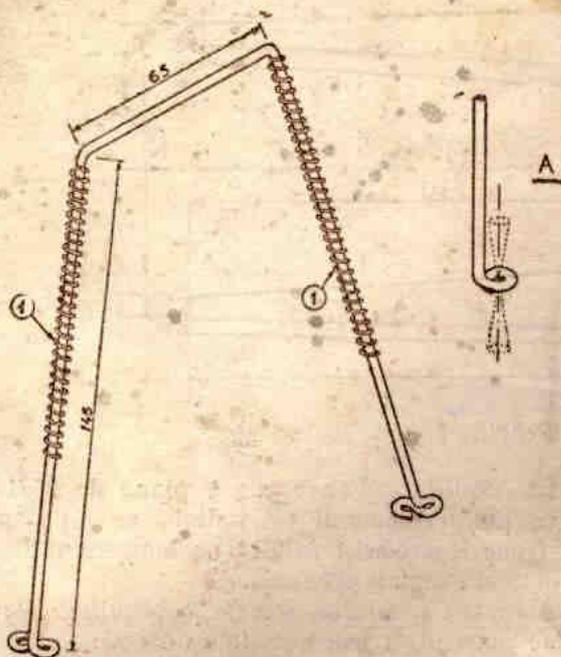

FIG. 18. — Jambes de force avant.
Procurez-vous de la corde à piano de 25/10 et commencez par confectionner la partie fixe des jambes avant (fig. 18) suivant les cotes données.
En règle générale, chaque anneau destiné à coulisser sur de la corde à piano devra avoir aussi peu de jeu que possible sous réserve de permettre à cette corde à piano de prendre tout autour de l'axe des inclinaisons de 10° environ (A) (fig. 18). Faites consciencieusement cet essai à chaque anneau et vous éviterez de futurs coincements sur une corde à piano imparfaitement dressée.